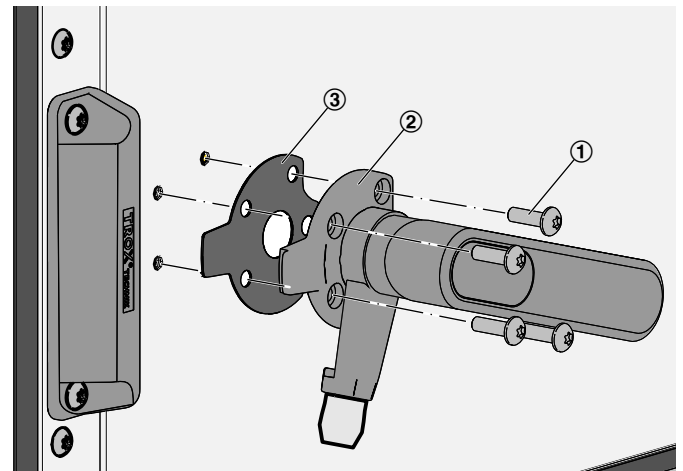

Abb. 42: Anpressdruck der Revisionstür einstellen
- 8 ▶ Schrauben (Abb. 42 /1) der Verriegelung (Abb. 42 /2) lösen und die Ausgleichsplatte (Abb. 42 /3) einlegen. In umgekehrter Reihen-folge wieder montieren und Schrauben festziehen.